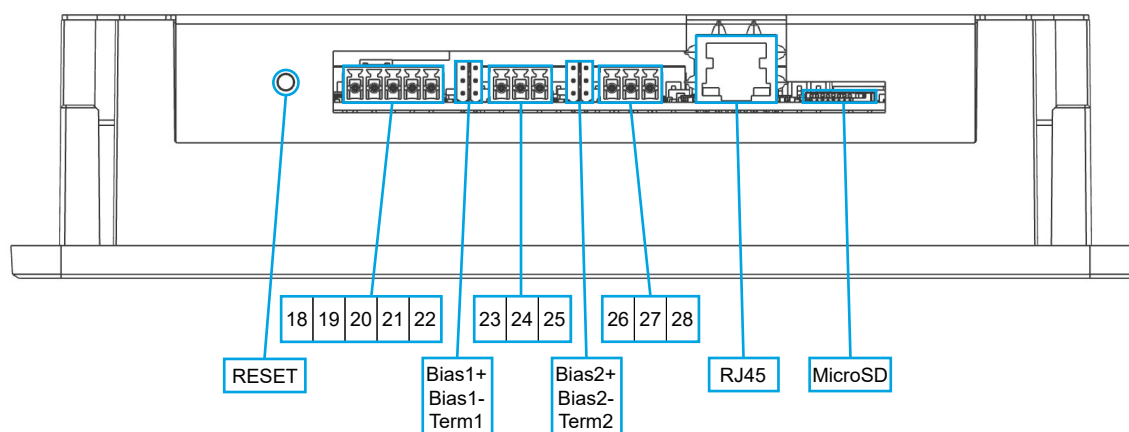

Fig. 5
BlueLinQ Pro har en RS232-port, som er designet til modemkommunikation og bruger Modbus RTU-protokol; se fig. 5 og tabel 2. Pin22 (RTS) er Request To Send, Pin21 (CTS) er Clear To Send, Pin20 (TX) er Transmit, Pin19 (RX) er Receive og Pin18 (V-) er jordreferencen. Til forbindelserne skal der bruges en enkeltstrenget ledning i passende størrelse¹. Hvis der arbejdes i et elektrisk støjende miljø, anbefales et afskærmet kabel. Porten understøtter standard baudhastigheder fra 300 til 230400 og har mulighed for at inkludere paritetskontrol.
Denne BlueLinQ Pro har to isolerede RS485-porte og bruger Modbus RTU-protokol; se fig. 5 og tabel 2. Pin23 og Pin24 er de differentiale kommunikationslinjer, mens Pin25 bruges til afskærmning for RS485_1. Pin26 og Pin27 er de differentiale kommunikationslinjer, mens Pin28 bruges til afskærmning for RS485_2. Brug to kerneisolerede snoede par med passende ledningstørrelse¹.
Hvis enheden er i hver sin ende af kommunikationsnetværket, skal jumperen påsættes; ellers skal den fjernes; se fig. 5.
BlueLinQ Pro understøtter en ethernet-port på en standard RJ45-forbindelse; se fig. 5 og tabel 2 nedenfor. I indstillingerne kan brugeren vælge mellem statisk eller dynamisk IP-adresse. Som standard er Modbus TCP-porten 502.
BlueLinQ Pro har et slot til et MikroSD-hukommelseskort af push-push-udstødningstypen; se fig. 5 og tabel 2 nedenfor. Det bruges primært til at downloade konfigurationsoplysninger og opdatere firmware ved hjælp af AquaProg.
BlueLinQ Pro-nulstillingsknappen er tilgængelig gennem et lille hul; se fig. 5 nedenfor. Funktionen aktiveres ved at indføre en udrettet paperclips eller lignende i hullet og holde den dér i 10 sekunder; herved gendannes enhedens konfiguration til fabriksindstillingerne.